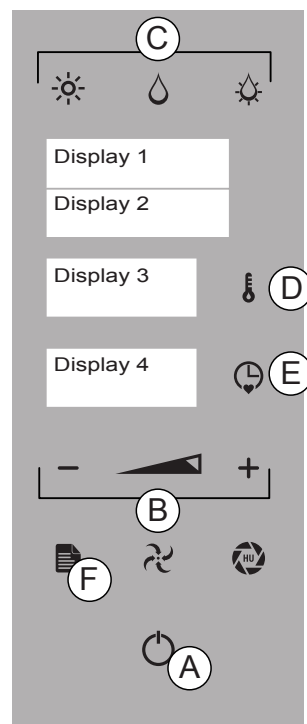

Fig.1
7. Die Taste "ZEIT" (Abb. 1/E) und "TEMPERATUR" (Abb. 1/D) drücken, um die Temperatur der Kochkammer einzustellen. Drücken Sie die Taste "TEMPERATUR" zum Bestätigen.
Drücken Sie die Taste "EINGABE" (Fig 1/A) zum Starten der Funktion.
8. Um die Funktion wieder zu verlassen, die Taste "MENÜ" (Abb. 1/F) drücken.
Bei Erreichen der niedrigeren, **eingestellten Temperatur**, blinkt die Aufschrift "END" (Fig. 1 Display 4).
Bei Erreichen der höheren, **eingestellten Temperatur**, blinkt die Aufschrift "END" (Fig. 1 Display 4) und es erscheint die Anzeige "ERHALTUNG". Der Ofen behält die niedrigste, eingestellte Temperatur bei (Abb. 1 Display 2).
Um die Funktion zu verlassen und zum Hauptmenü zurückzukehren die Taste "MENÜ" (Abb. 1/F) drücken.
Drücken Sie die Taste "EINGABE" zum Aktivieren des Hauptmenüs (Abb. 1/A). Drücken Sie die Taste "MENÜ" (Abb. 1/H). Wählen Sie mit den Tasten "WENIGER" und "MEHR" (Abb. 1/B) die Funktion "REZEPT" aus und drücken Sie die Taste "EINGABE" zum Bestätigen.